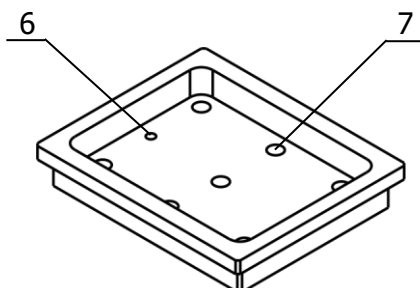
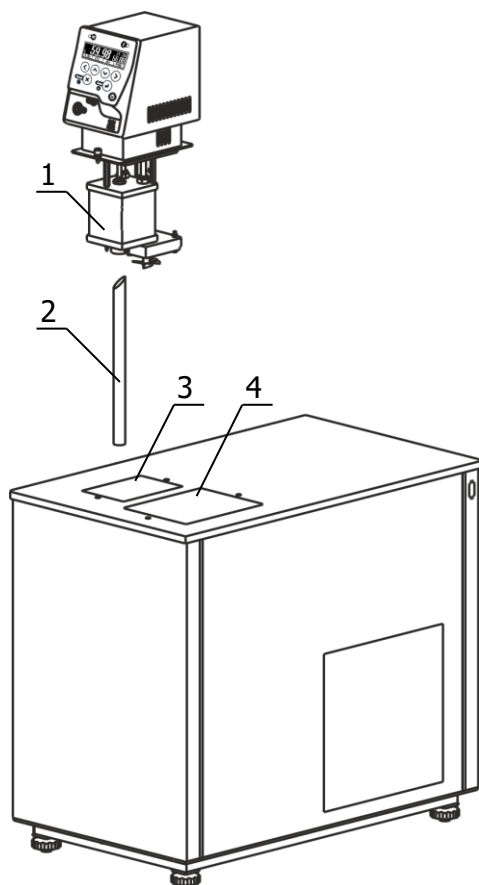
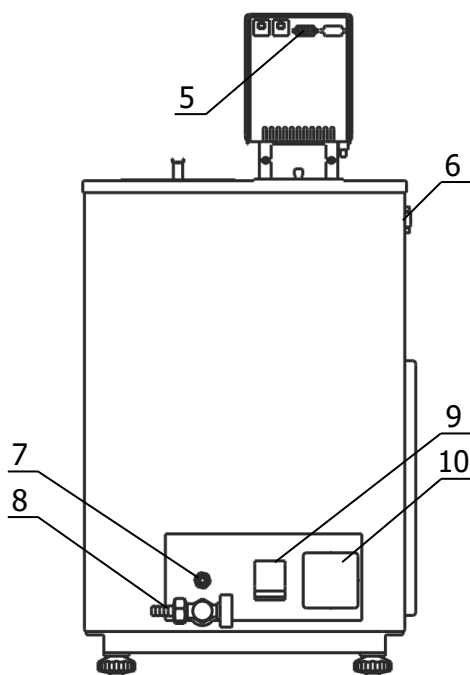

Рисунок 2 — Крышка с отверстиями
Рисунок 3 — Установка блока регулирования
Рисунок 4 — Задняя панель термостата
2.2.3 Вставить выходную трубку 2 (рисунок 3) в соединительную муфту на дне основной ванны 3 коническим концом вверх, как показано на рисунке 3.
2.2.5 К переливному штуцеру 7 (рисунок 4) присоединить гибкий шланг, второй конец которого опустить в емкость для сбора излишков теплоносителя объемом 1.5–2 литра.
2.2.6 Заполнить ванну термостата теплоносителем через отверстие над рабочей ванной 4 (рисунок 3) до момента начала слива теплоносителя из переливного штуцера 7 (рисунок 4). Температурный диапазон применения теплоносителя должен соответствовать значениям, указанным в 1.2.6.
2.2.7 Вставить вилку сетевого кабеля блока регулирования в розетку 10 (рисунок 4). Соединить кабелем из комплекта поставки блок регулирования (разъем 5) и холодильную машину (разъем 6). Сетевой кабель термостата подключить к питающей сети напряжением 220 В. Для этого в лабораторном помещении должна быть установлена электрическая розетка из комплекта поставки термостата.
2.2.8 Автоматический выключатель 9 (рисунок 4) перевести в положение «включено».
Причина отсутствия перелива — неправильная работа насоса, вызванная воздушной пробкой, образовавшейся в резервуаре 1 (рисунок 3). Для ее устранения необходимо:
2.2.10 Установить крышку с отверстиями (рисунок 2) над рабочей ванной 4 (рисунок 3).
2.4.5 Надеть сливной шланг из комплекта поставки на сливной кран 8 (рисунок 4) и закрепить его хомутом. Свободный конец шланга опустить в емкость для сбора теплоносителя объемом не менее 25 литров.